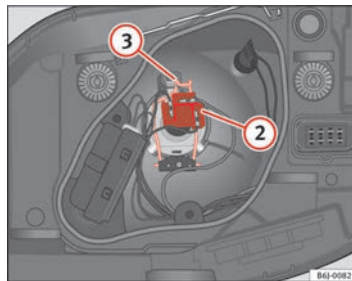

Abb. 142 Abblend- /
- Den Stecker ⇒ Seite 229, Abb. 142 ② von der Lampe abziehen.
- Die Haltefeder ⇒ Seite 229, Abb. 142 ③ durch Eindrücken und Rechtsdrehung abnehmen.